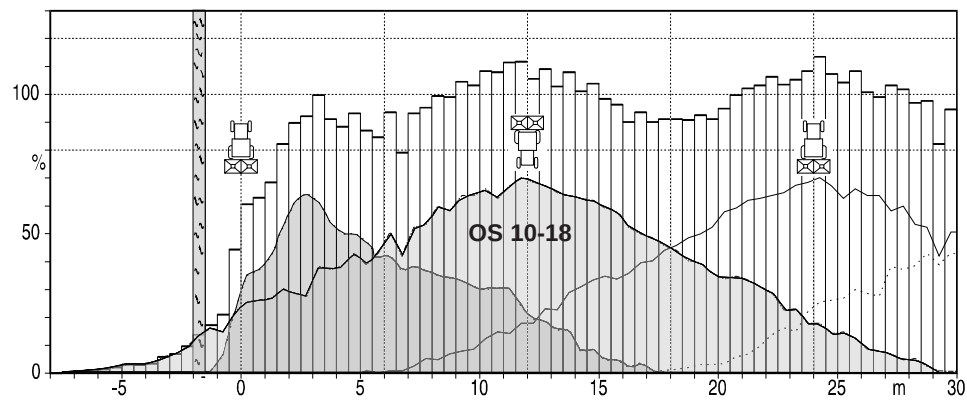

Fig. 4.7
- Rijspooren aanleggen op afstanden van 10 resp. 12 m (fig. 4.7 en 4.8).
Het kantstrooien (met de kantstrooiplaat) op 1,5 m afstand van de perceelgrens en een rijspoorafstand van 18m gaat goed, omdat er geen korrels over de perceelgrens geworpen worden. Indien echter met dezelfde stand van de schuiven (bij sommige kunstmestsoorten zoals KAS, is het mogelijk met dezelfde stand van de schuiven een optimale dwarsverdeling van 10 tot 18 m te verkrijgen) op 12 m of op 10 m rijspoorafstand gestrooid wordt met de OS 10-18, worden bij terugrijden aanzienlijke hoeveelheden kunstmest (ongeveer 4,5 tot 6,5 m ver) over de perceelgrens geworpen (zie afb. 4.7).